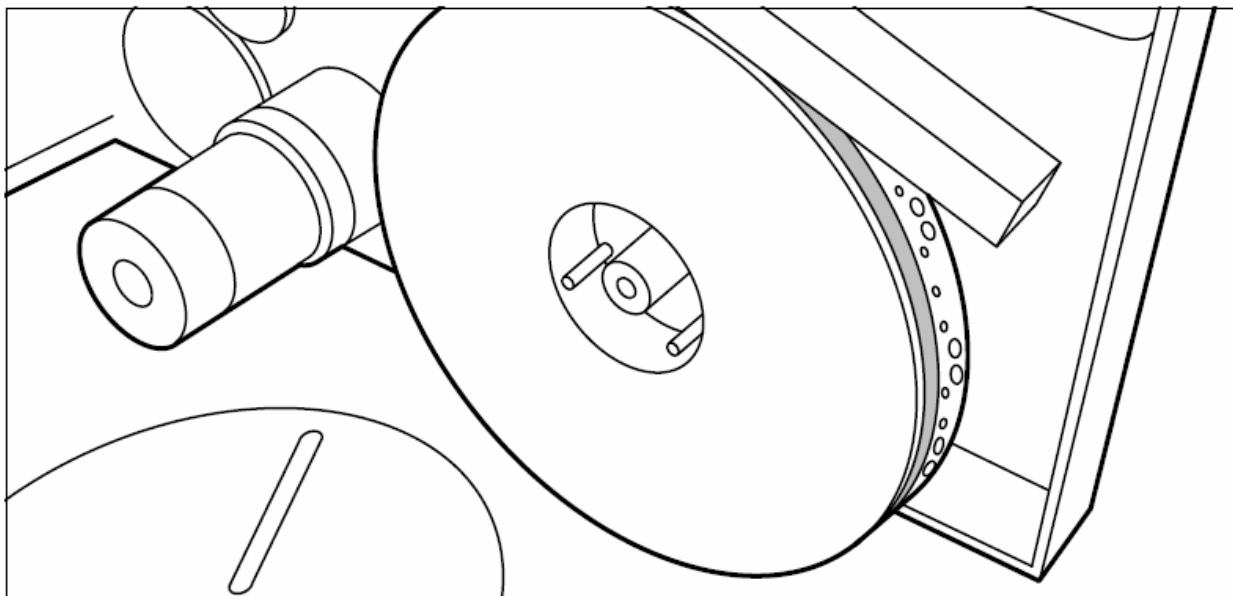

Рисунок 110. Установка новой катушки с самоклеящейся лентой
1. Установите новую катушку с самоклеящейся лентой и закройте боковую пластину. Проверьте, чтобы катушка была установлена таким образом, чтобы ее отверстия были сзади, а защитная прокладка располагалась спереди (см. рисунок 110 на следующей странице).